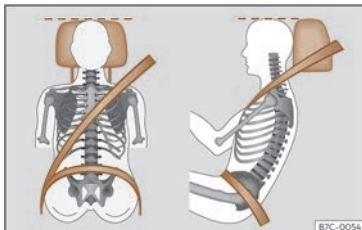

Abb. 17 Richtiger Gurtbandverlauf und richtige Kopfstützeinstellung.
- Kopfstütze so einstellen, dass die Oberkante der Kopfstütze sich so weit wie möglich auf Höhe des Oberkopfes und so nahe wie möglich in Augenhöhe befindet¹⁾ >>> S. 130. Den Hinterkopf so nah wie möglich an der Kopfstütze positionieren >>> (Abb. 17).
- Fahrersitz in Längsrichtung so einstellen, dass die Pedale mit leicht angewinkelten Beinen durchgetreten werden können und der Abstand zur Instrumententafel im Kniebereich mindestens 10 cm (4 Zoll) beträgt >>> (Abb. 17).